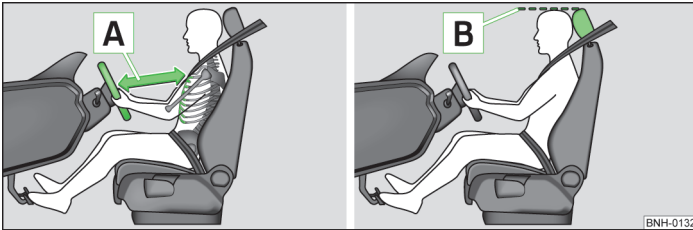

Abb. 113 Der richtige Abstand des Fahrers zum Lenkrad / richtig eingestellte Kopfstütze
- Das Lenkrad so einstellen, dass der Abstand zwischen Lenkrad und Brustbein mindestens 25 cm beträgt » Abb. 113.
- Die Kopfstütze so einstellen, dass die Oberkante der Kopfstütze sich möglichst auf einer Höhe mit dem oberen Teil Ihres Kopfes befindet1) » Abb. 113 auf Seite 126.
- Die Kopfstütze so einstellen, dass die Oberkante der Kopfstütze sich möglichst auf einer Höhe mit dem oberen Teil des Kopfes befindet » Abb. 113 auf Seite 126 » Seite 126.